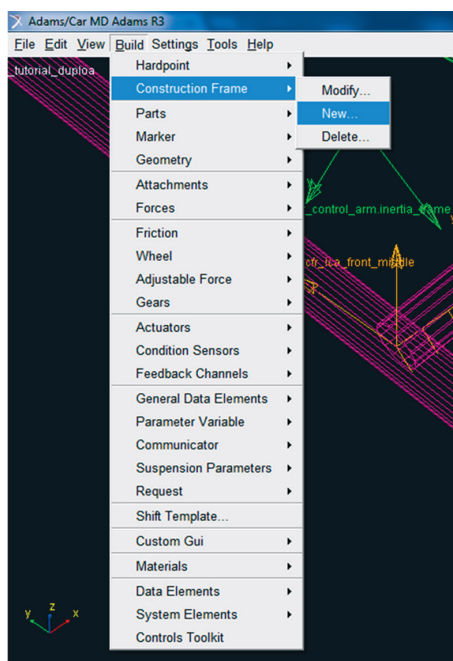

Figura 5.61 – Criação do *Construction Frame*.
- Acesse o menu *Build Construction Frame* → *New* (Figura 5.61).